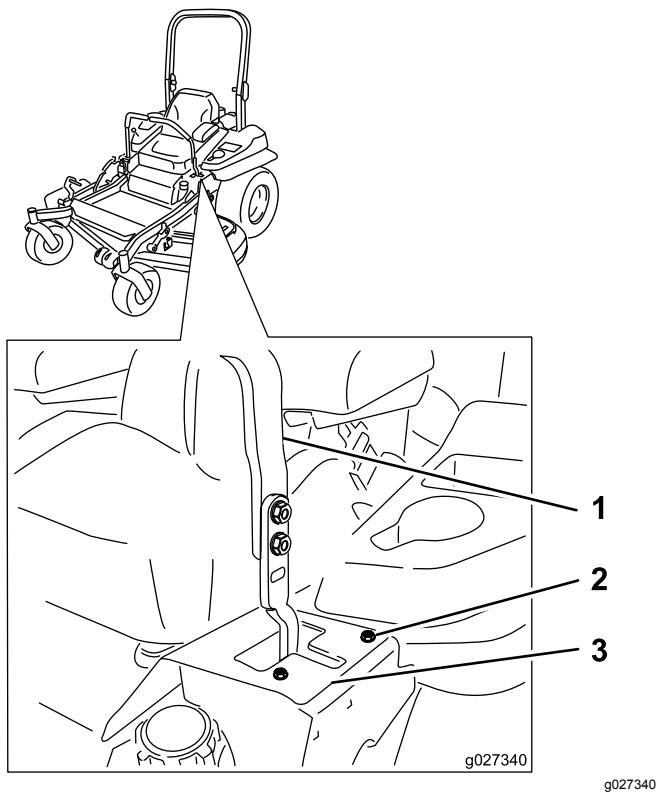

Figura 59
6. Si la máquina se desvía hacia la derecha, afloje los pernos y ajuste la chapa del tope izquierdo hacia atrás en la ranura en T de la izquierda hasta que la máquina avance en línea recta (Figura 59).
7. Si la máquina se desvía hacia la izquierda, afloje los pernos y ajuste la chapa del tope derecho hacia atrás en la ranura en T de la derecha hasta que la máquina avance en línea recta (Figura 59).
8. Apriete la chapa del tope (Figura 59).